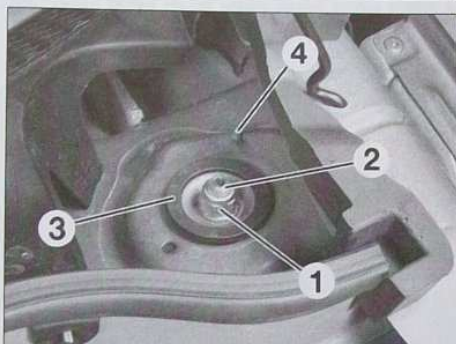
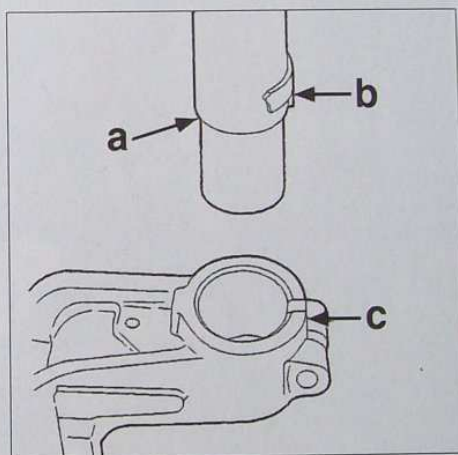

FIG.2
FIG.3
- Déposer l'écrou de fixation supérieure (1) de l'élément de suspension, tout en maintenant la tige d'amortisseur (2) à l'aide d'une clé Torx, et récupérer la cuvette (3) (Fig.2).
- Engager l'élément de suspension dans le passage de roue, en centrant son palier supérieur à l'aide du pion de centrage (4) (Fig.2).
- Reposer la cuvette (3) et l'écrou (1) puis serrer ce dernier.
- Écarter de nouveau la rainure du pivot et y engager l'élément de suspension en faisant coïncider le bossage (b) de l'amortisseur avec la rainure (c) du pivot (Fig.3).